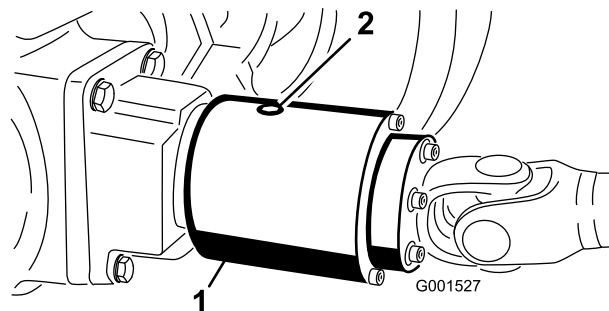

Figura 29
2. Girate la frizione (Figura 29) in modo che il tappo di controllo (illustrato nella posizione ore 12) si trovi nella posizione ore 4.